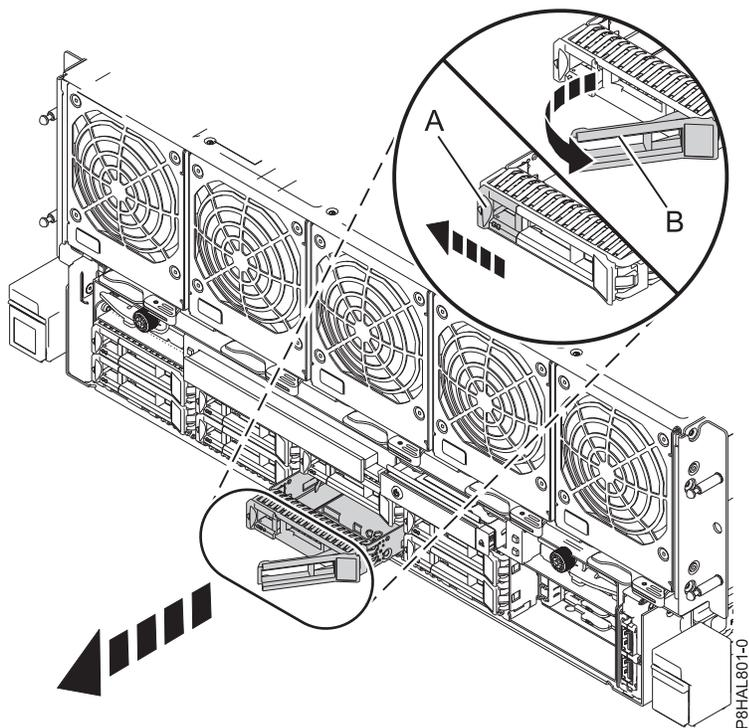

Figura 32. Remover uma unidade de disco do sistema 8408-44E ou 8408-E8E
3. Quando o LED de identificação piscar, desbloqueie a pega do compartimento de unidade (**B**) ao premir o trinco da pega (**A**) e ao puxá-lo para fora, conforme demonstrado em Figura 32. Se a pega não estiver completamente fora, a unidade de disco de segunda geração não poderá deslizar para fora do sistema.